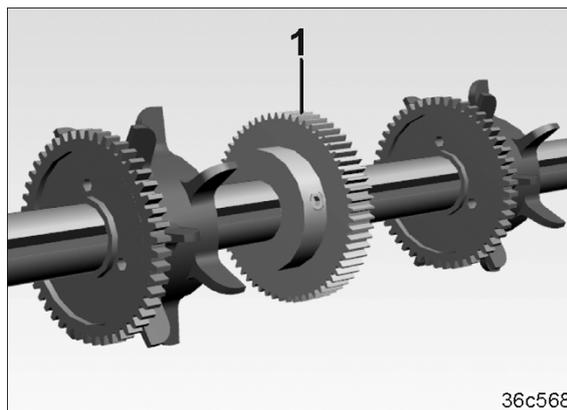

Рис. 252
8. Смонтируйте зубчатое колесо (Рис. 252/1) на высевающем валу для бобовых.